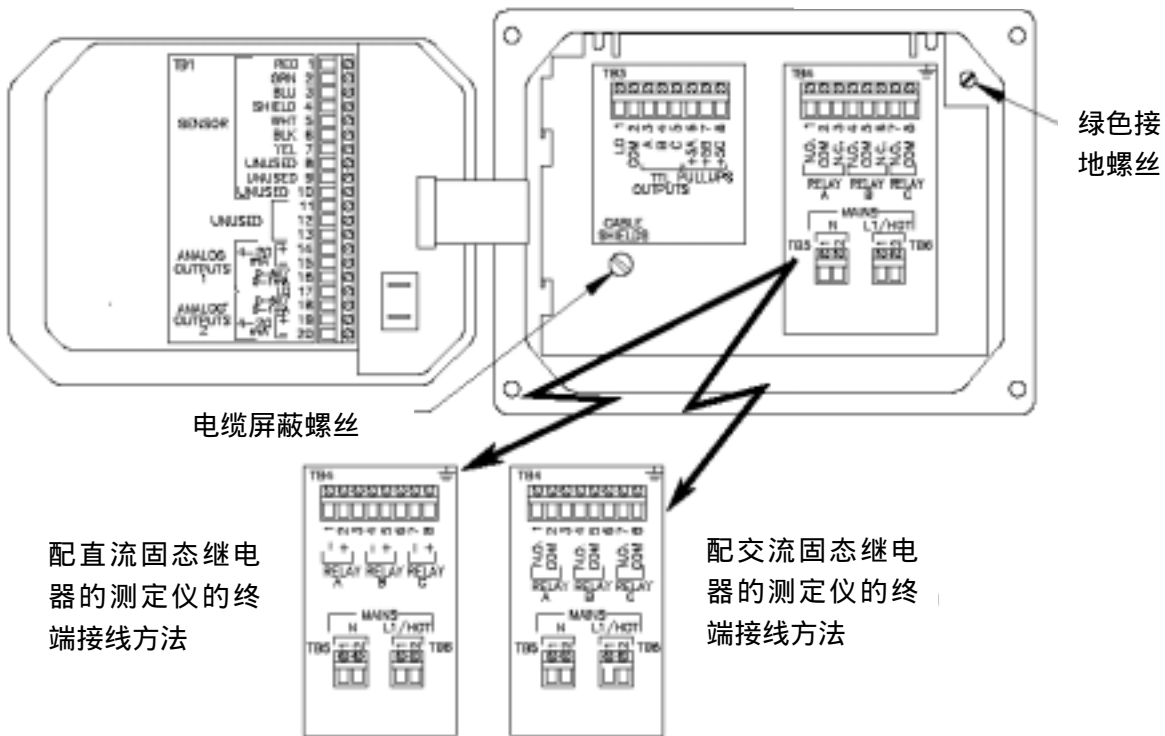

图 2-3 测定仪接线端子分配图
要看到电气连接用的接线端子，需要打开左边铰接的外壳门，并拧下四个紧固螺丝。图 2-3 显示了接线端子的排列和各端子的用途分配情形（在门的背面和测定仪外壳的底部）。
参考图 2-3 来连接 D.O.传感器 :
接线提示 :请采用高质量的、带屏蔽的仪器用电缆来连接模拟输出。为了尽量避免电磁噪声的干扰, 请按照图 2-3 中所示的 “电缆屏蔽螺丝” 进行电缆屏蔽的连接。
接线提示：请采用高质量的、带屏蔽的仪器用电缆来连接 TTL 输出。为了尽量避免电磁噪声的干扰，请按照图 2-3 中所示的“电缆屏蔽螺丝”进行电缆屏蔽的连接。
1. 将地线接到测定仪的绿色接地螺丝，它位于 TB4 的右侧（如图 2-3 所示）。